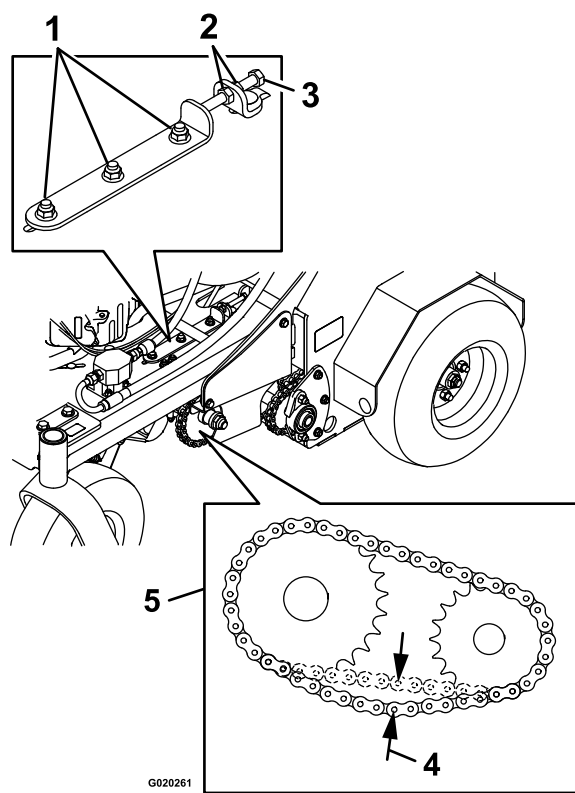

Figure 43
4. De chaque côté de la machine, desserrez les 3 écrous et boulons qui fixent le support de transmission et la plaque de tendeur, ainsi que les 2 écrous qui fixent le boulon de réglage sur la plaque de tendeur, comme montré à la Figure 43.